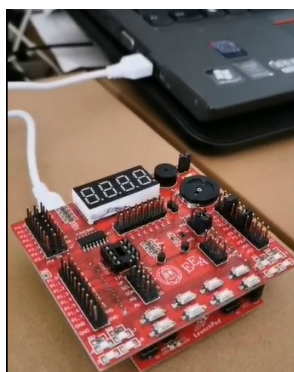

图 A-18-3 将实验板与电脑连接
3. 用 mini 数据线将实验板与电脑的 USB 口连接，如图 A-18-3。